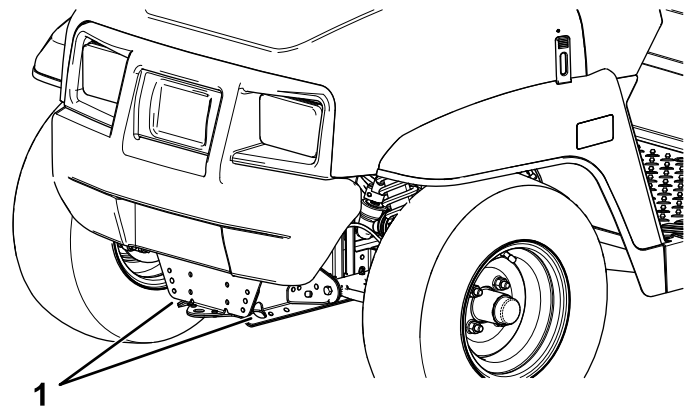
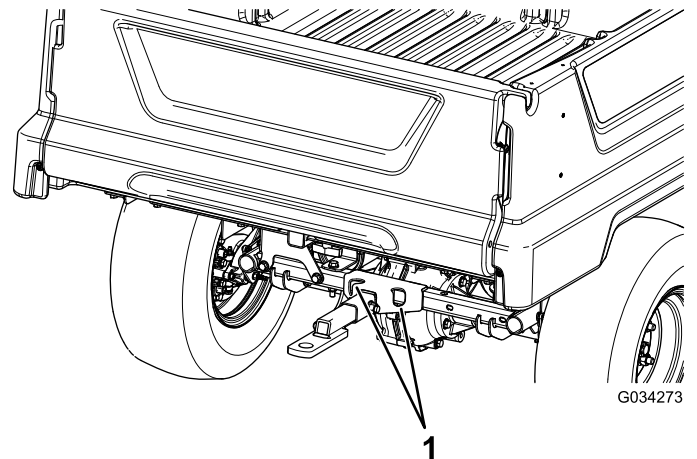

Figura 19
Figura 20
Consulte en Figura 19 y Figura 20 la ubicación de los puntos de amarre de la máquina.
2. Conecte un cable de remolque al punto de remolque, en la parte delantera del bastidor de la máquina (Figura 19).